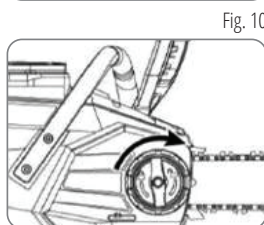

Fig. 10
8. Strângeți fixatorul capacului lateral (vezi fig. 10).